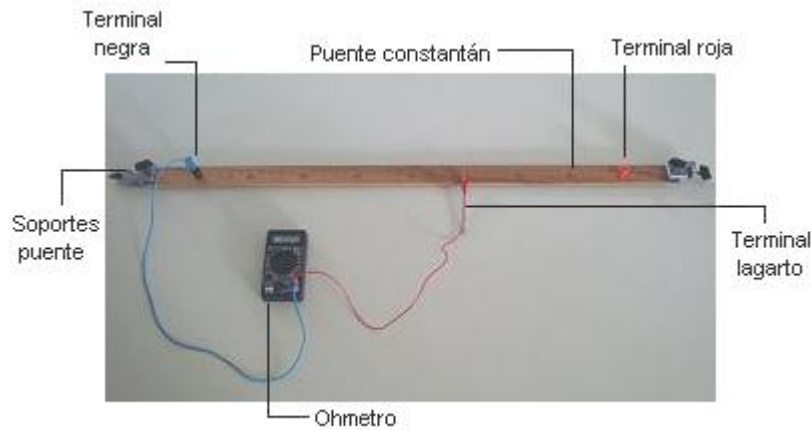

FIGURA 1
2. Realice seis mediciones de resistencia, para 6 valores diferentes de longitud, para ello, coloque el multímetro en función OHMETRO, en la escala mínima, luego coloque los cables para realizar las mediciones de resistencia como se indica en la figura 1. (la espiga del terminal de lagarto se colocará en el terminal positivo del óhmetro; la terminal de lagarto se irá moviendo por cada 15 cm de alambre medido, el cable conector azul se colocará en el terminal negativo del medidor y el terminal negro del puente de constantán).